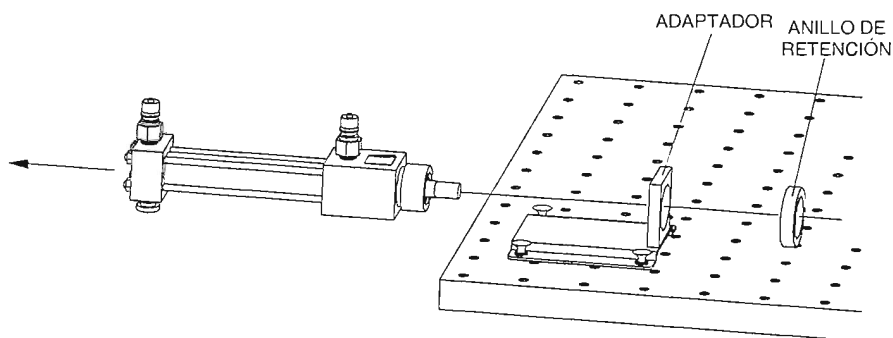

Figura 1-23. Desenrosque el anillo de retención y retire el cilindro.
- ☐ 4. Tome un cilindro con diámetro interior de 2,54 cm (1 pulg.) de su lugar de almacenamiento. Retire el cilindro de su adaptador desenroscando su anillo de retención, como se muestra en la Figura 1-23. Asegúrese de que la punta del cilindro (en forma de bala) sea retirada del extremo vástago.